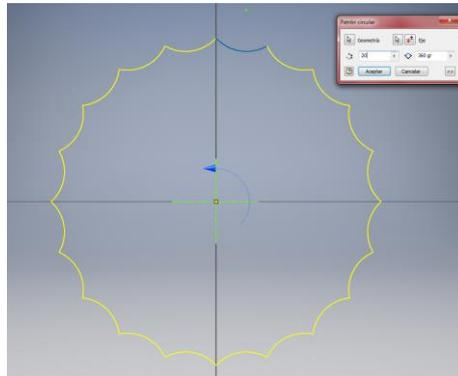

Ilustración 444. Resultado del boceto tras aplicar patrón circular. Chapa de botella de vidrio.
- Defina los ejes del origen y borre hasta obtener un boceto igual al de la *Ilustración 444*.